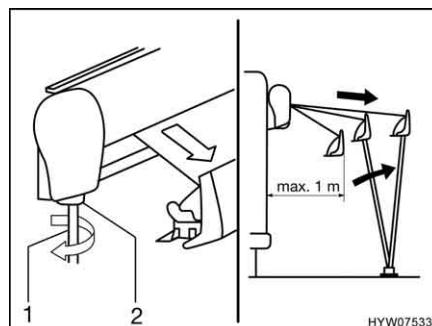

Fig. 26 Estrazione della tenda
- Inserire la manovella (Fig. 26,1) nel supporto a baionetta (Fig. 26,2) della tenda e girarla in senso antiorario.